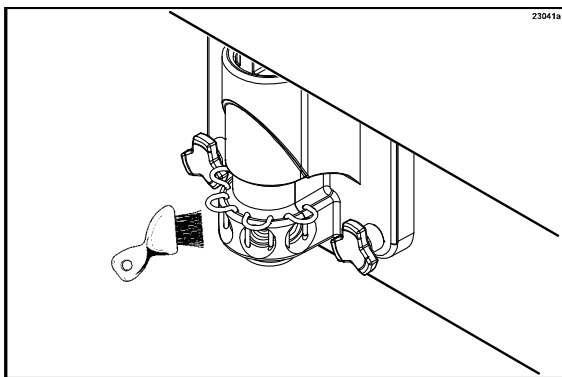

Abbildung 56
11. Mit der Sirupanschlussbürste alle Sirupanschlussöffnungen 10 bis 15 Mal abbürsten. Vor dem Abbürsten jeder Anschlussöffnung die Bürste in die Reinigungslösung eintauchen. (Siehe Abbildung 56.)